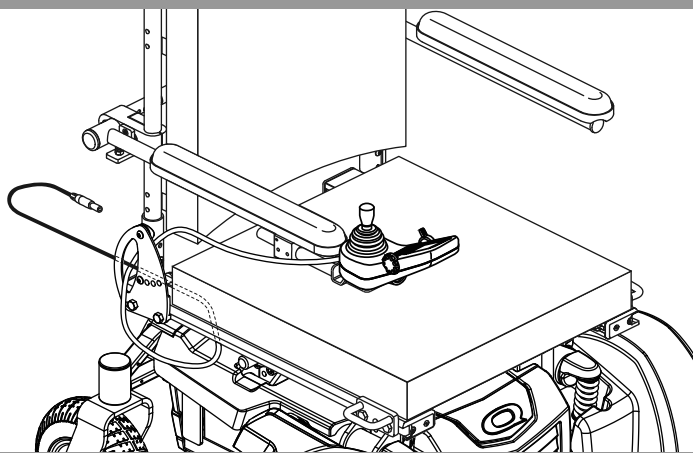

Bild 6. Steuerskabelführung auf einem Synergy-Sitz
4. Bauen Sie die Steuerung ein und verlegen Sie den Kabelbaum zur Rückseite des Netzteils. **Siehe Bild 6 oder 7.**
6. Sichern Sie den Kabelbaum der Steuerung mit Kabelbindern an dem Griffstück der Armlehne. **Siehe Bild 6 oder 7.**